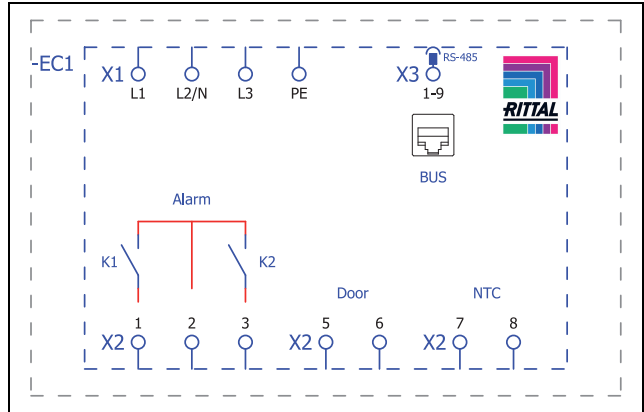
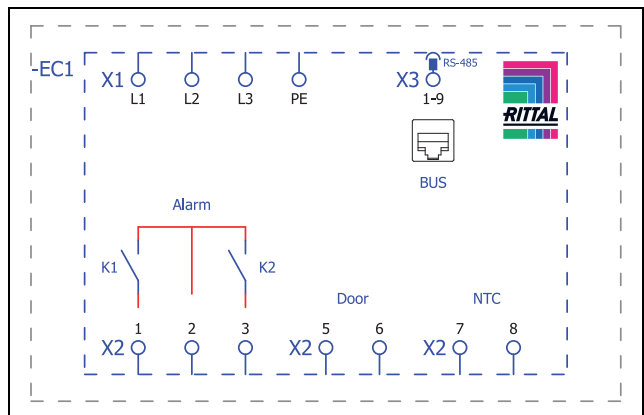

Fig. 37 : plan de connexion SK 3185330, SK 3186330, SK 3187330
Fig. 38 : plan de connexion SK 3188340, SK 3189340
■ Sortir la fiche d'alimentation du sachet d'accessoires et établir l'alimentation du réseau conformément à l'identification correspondante des raccordements (fig. 37 ou fig. 38).